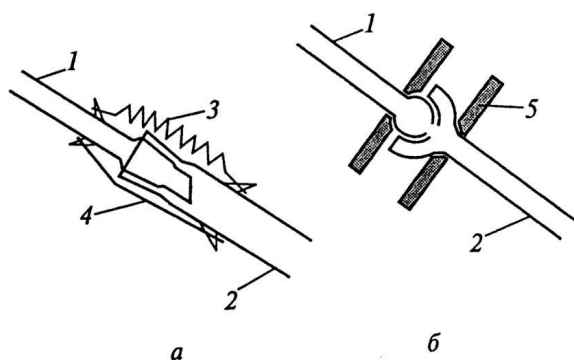

Рис. 5. Шлифованные соединения:
Работа с посудой на шлифах. В лабораторной практике получила распространение стеклянная посуда с коническими и шаровыми соединениями (рис. 5) – шлифованными или мелированными.
Внешний шлиф (2) называют муфтой, а внутренний (1) – керном. При проведении лабораторных работ обычно используют посуду со стандартными коническими шлифованными соединениями (рис. 5, а) диаметром 14,5, 19 и 29 мм. Для фиксации конических шлифов используются пружинки (3) или резиновые колечки (4), которые крепятся за припаянные к трубкам «усики». При сборке приборов с такими шлифами необходимо проявлять особую осторожность, так как даже малейший перекос может привести к их повреждению.
Шаровые шлифованные соединения (рис. 5, б) позволяют изменять угол между фиксируемыми деталями без нарушения герметичности, не боятся перекосов, выдерживают большие нагрузки и находят применение в приборах, работающих под вакуумом. Для скрепления шаровых соединений используют специальные зажимы.